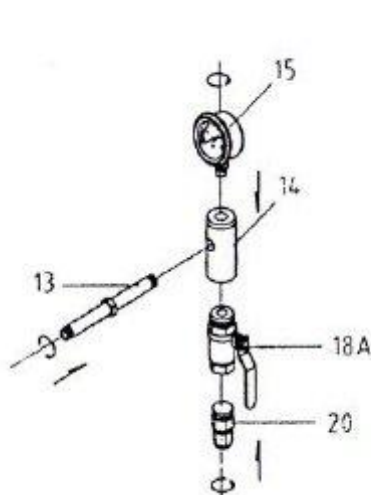

Figura 1
1. Primeiramente, consulte a Figura 1. Montagem do coletor de admissão (14). Instale o manômetro (15) na extremidade da mangueira de entrada e gire-o de modo que fique claramente visível na parte superior do tanque. Em seguida, instale a válvula de aceleração (18-A) na parte inferior do tubo de admissão. O próximo passo é montar o conector (20) na válvula borboleta. Em seguida, instale o tubo de conexão (13) na lateral do cabo.